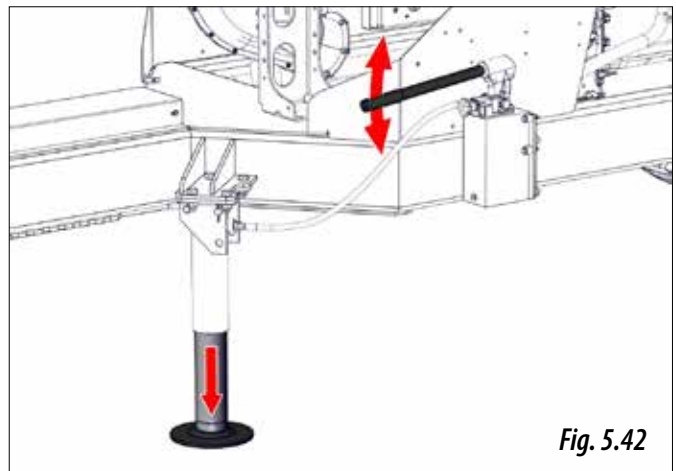

Fig. 5.42
- 3- Ajustar la altura del pie actuando sobre la palanca (Fig. 5.42).